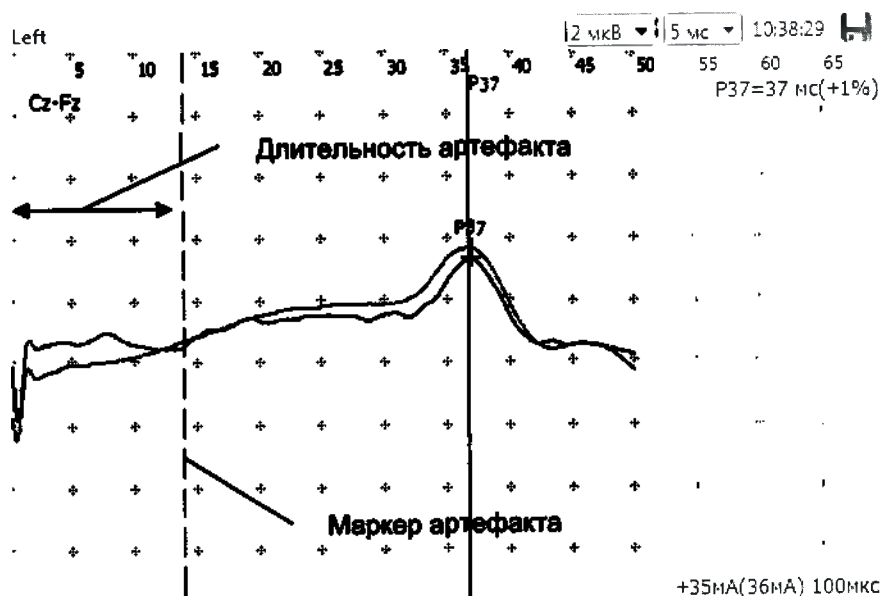

Рис. 55
- «Показать маркер» — при установленном флажке на экране появится вертикальная линия, обозначающая предполагаемую длительность артефакта (рис. 55). Ее можно вручную передвинуть с помощью мыши.